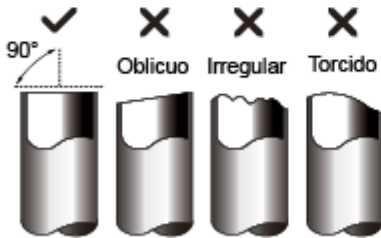

Fig 5.1
3. Asegúrese que esté cortado a un ángulo perfecto de 90°. Ver ejemplos de cortes incorrectos en la Fig. 5.1.